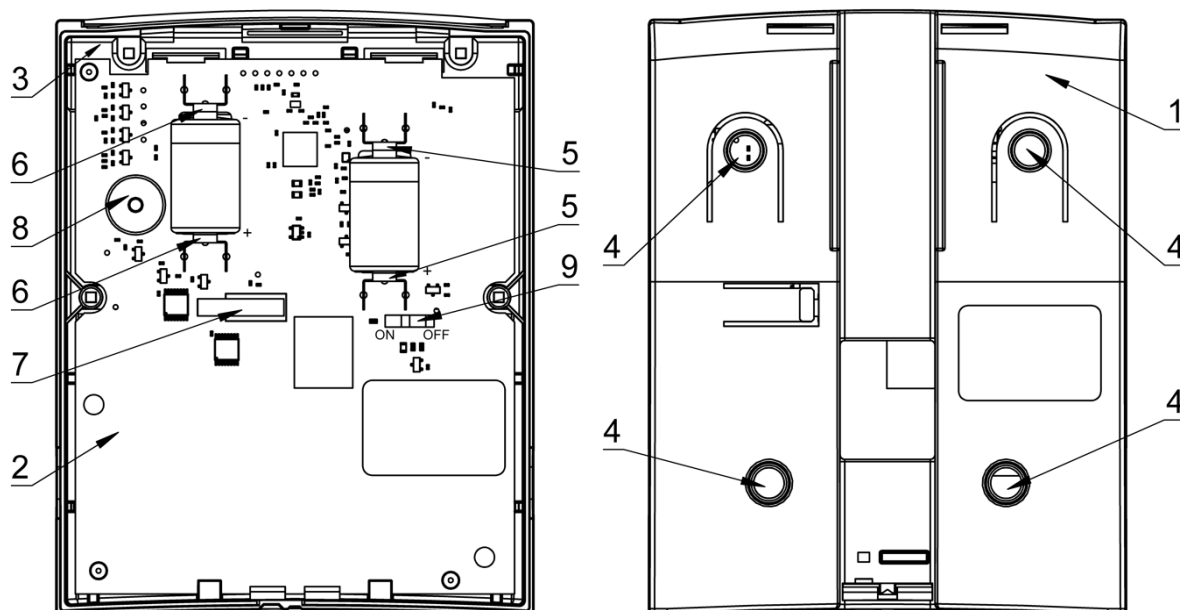

Рисунок 2 – Плата клавиатуры в крышке и основание.
Клавиатура состоит из основания корпуса (1), печатной платы (2), установленной в крышке (3). На основании корпуса (рис. 2) расположены четыре отверстия для крепления на плоскость конструкции (4).